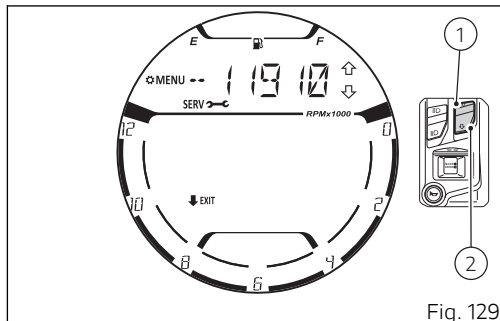

Fig. 129
Al acceder a la función el display muestra como primera información la indicación del "Desmo Service" (Fig. 129).
Al presionar el pulsador (1) o el pulsador (2) el salpicadero visualiza en secuencia la información "Oil Service" (Fig. 130), "Annual Service" (Fig. 131) y luego vuelve a visualizar la información del "Desmo Service" (Fig. 129).